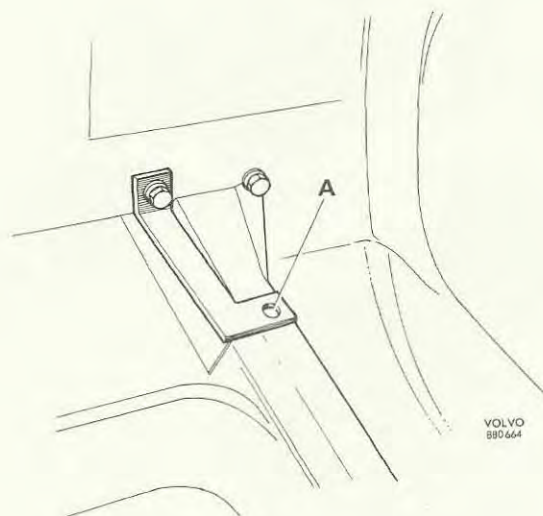

Bild 2. Håltagning
3. Demontera panelerna i bagagerummet. Placera övre fästjärnen enligt bild 2. Märk upp för håltagning vid A och vrid undan övre fästjärnen. Borra med hålsåg \varnothing 16 mm enbart på ovansidan av balken.